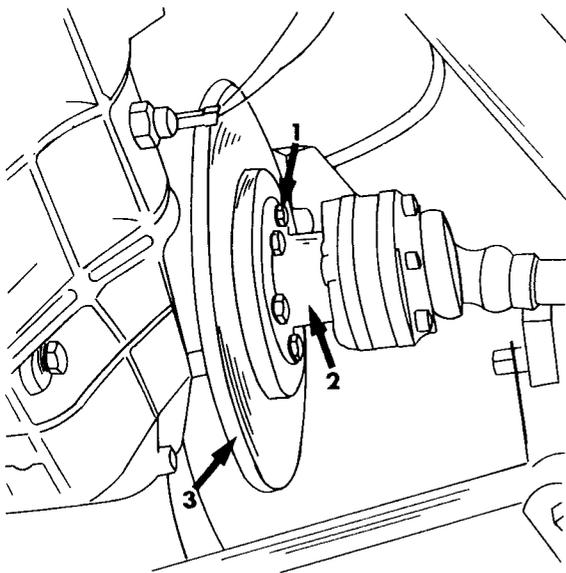

Bild 194
- Unter Bezug auf Bild 194 die Befestigungsschrauben des Antriebsflansches für die Achswellen von der Scheibe lösen und den Flansch von der Scheibe abziehen. Die Achswelle mit einem Stück Draht festbinden, damit sie nicht herunterhängen kann. Ebenfalls darauf achten, dass die Gummimanschetten nicht beschädigt werden.